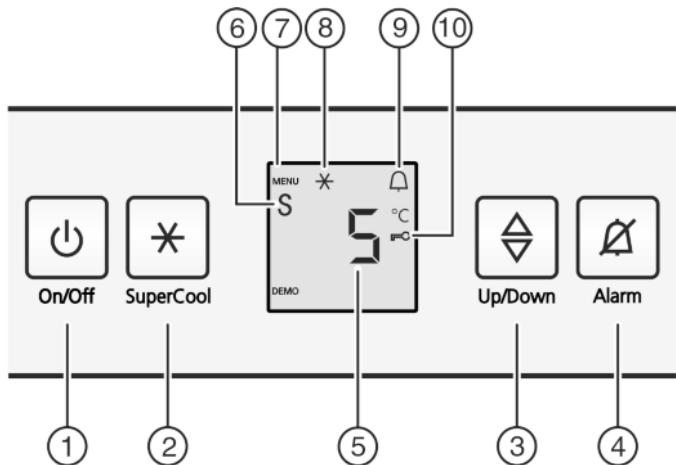

Fig. 2
- Нажать кнопку On/Off Fig. 2 (1).
- Активация режима настройки: удерживайте кнопку SuperCool Fig. 2 (2) прим. 5 с.
- ▷ Символ меню Fig. 2 (7) горит.
- С помощью клавиши настройки Fig. 2 (3) выберите c.
- Коротко нажмите кнопку SuperCool Fig. 2 (2) для подтверждения.
- Для включения защиты от детей коротко нажмите клавишу SuperCool Fig. 2 (2).
- ▷ Символ "Защита от детей" Fig. 2 (10) горит. На индикации мигает c.
- Для выключения защиты от детей коротко нажмите клавишу SuperCool Fig. 2 (2).
- ▷ Символ защиты от детей Fig. 2 (10) гаснет. На индикации мигает c.
- Выход из режима настройки: нажмите кнопку On/Off Fig. 2 (1).
- Нажмите кнопку Alarm Fig. 2 (4).
- Активация режима настройки: удерживайте кнопку SuperCool Fig. 2 (2) пример. 5 с.
- Светится символ Меню Fig. 2 (7).
- Чтобы вызвать функцию режима Sabbath: нажмите и сразу отпустите кнопку SuperCool Fig. 2 (2).
- Для включения режима Sabbath нажмите и отпустите кнопку SuperFrost Fig. 2 (2).
- Для выключения режима Sabbath нажмите и отпустите кнопку SuperFrost Fig. 2 (2).
- Выход из режима настройки: Нажать кнопку On/Off Fig. 2 (1).
- На индикаторе температуры показывается символ режим Sabbath Fig. 2 (6) до тех пор, пока активен режим Sabbath.
- Активация модуля регулировки температуры: нажмите кнопку настройки Fig. 2 (3).
- Температуру меняйте ступенями по 1 °C: нажимайте кнопку настройки Fig. 2 (3) до тех пор, пока на индикаторе температуры не будет высвеченa требуемая температура.